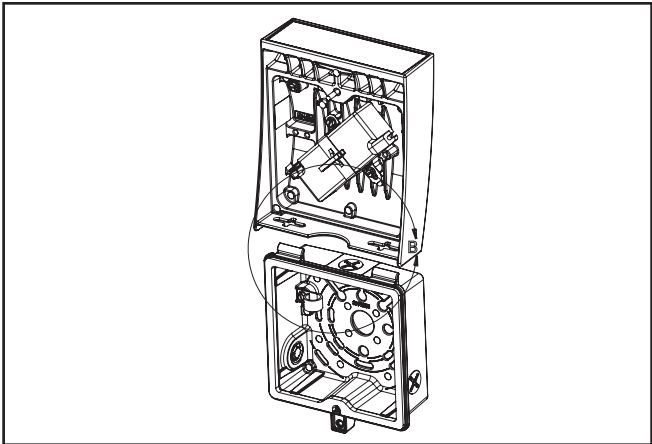

Figure 2.
2. Fixez la porte dans les charnières de blocage situées sur le dessus du boîtier arrière (pour un éclairage vers le bas) (Figure 2). Utilisez les connecteurs de verrouillage à levier pour faire les branchements électriques (Figure 3). Tous les branchements électriques doivent rester à l'intérieur du boîtier arrière. Fixez bien tous les fils au faisceau (Figure 4) avant de fermer et de fixer le couvercle. Serrez les vis du couvercle pour sceller le dispositif. (1,1 à 1,7 Nm [10 à 15 po-lb]).